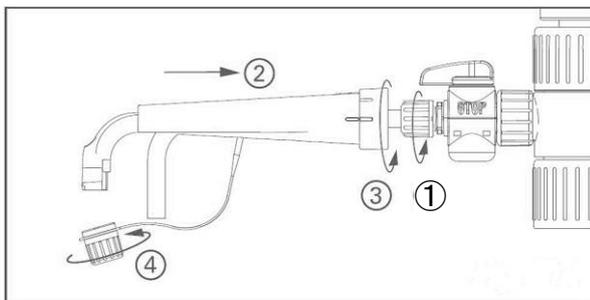

Fig.14 排出チューブ取付け
- ② 排出チューブ先端部が下方向に向くように注意しながらフローコントロールコックに差し込み、固定ネジを時計方向に回して固定します。(Fig.14 ①)
- ③ 排出チューブ先端部を押さえながら、カバーを矢印の方向にスライドさせます。(Fig.14 ②)
- ④ 排出チューブカバー根元部を矢印の方向に45度回して固定します。(Fig.14 ③)